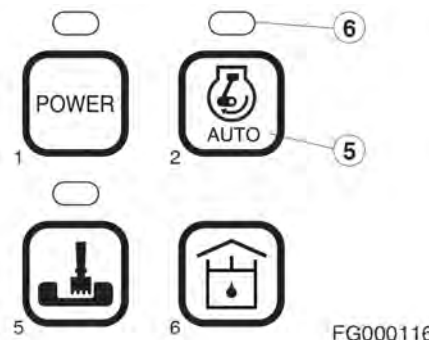

Рис. 52
2. При включении стартера (ON) режим работы автоматически переключается в автоматический режим холостого хода (AUTO IDLE).
3. На активацию этой функции указывает горящий светодиод (6, рис. 52). Отключение этой функции осуществляется повторным нажатием кнопки выбора режима автоматического холостого хода (5, рис. 52). При этом светодиодный индикатор гаснет.